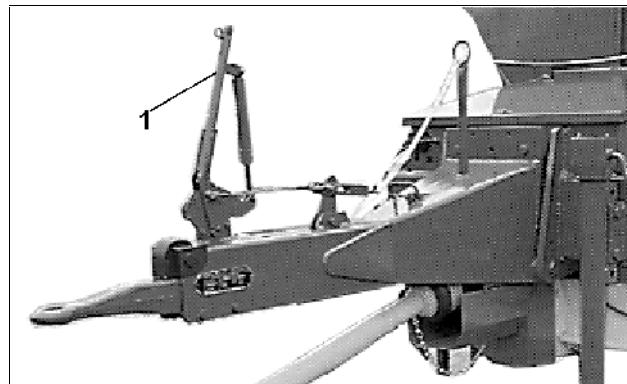

Рис. 19
- Перед отсоединением высокопроизводительного распределителя от трактора необходимо затянуть стояночный тормоз (Рис. 19/1).